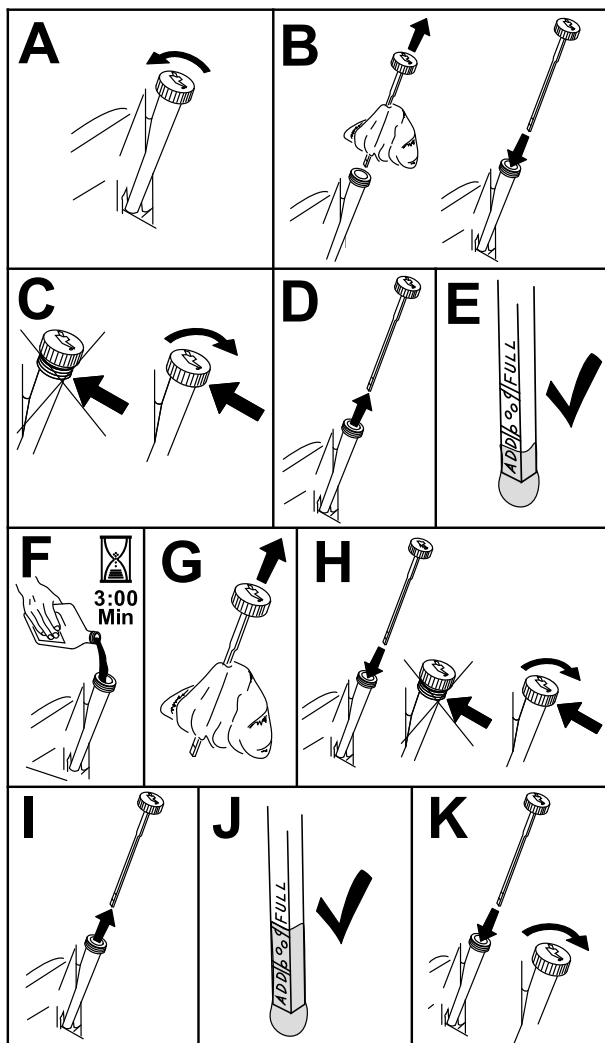

Figura 46
3. Per evitare morchia, residui d'erba, ecc. nel motore, pulite l'area attorno al tappo e all'asta di livello dell'olio prima della rimozione (Figura 46).